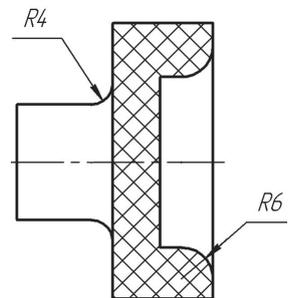

Рис. 1.25-2
4. Указать горизонтальный отрезок, затем вертикальный возле размерной стрелки R_4 (рис. 1.25-2). Место соединения закруглится. Вертикальный отрезок сохранится по всей длине.
7. Далее вызвать команду **Штриховка** и заштриховать деталь (см. рис. 1.25-2).